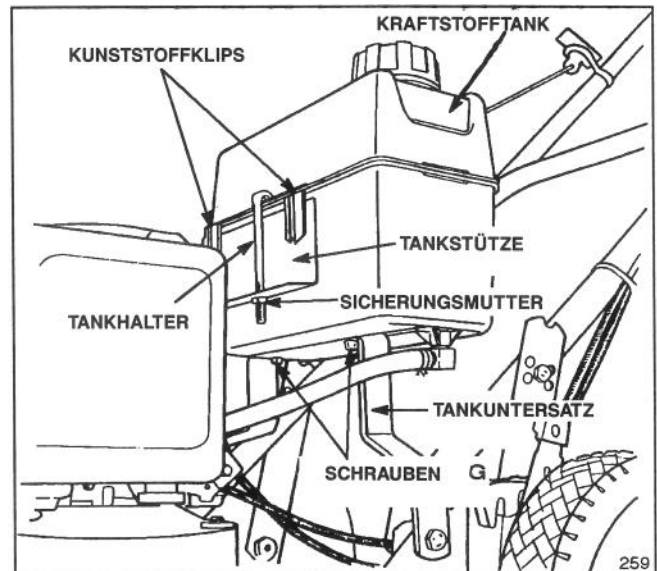

Abbildung 3
1. Die Kunststoffklips auf der Hinterseite des Kraftstofftanks in die Kraftstofftankstütze einklinken (Abb. 3).
2. Kraftstofftank mittels (2) Schrauben auf dem Tankuntersatz befestigen (Abb. 3). Schrauben nicht zu fest anziehen.
3. Tankhalter am Kraftstofftank einhaken und das Ende des Halters in das Loch in der Kraftstofftankstütze einführen. Halter mittels Sicherungsmutter (Abb. 3) an der Kraftstofftankstütze befestigen. Nicht zu fest anziehen.